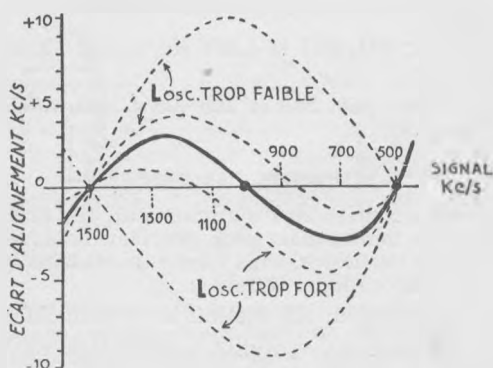

Fig. 23. — ALIGNEMENT DE LA COMMANDE UNIQUE.
*Les trois points d'accord.* — On sait que les circuits d'entrée et d'oscillation ne vibrent pas en syntonie, mais doivent être accordés sur deux fréquences différentes présentant un écart constant qui est justement la moyenne fréquence, et cela pour toutes les gammes et toutes les stations reçues. Ce résultat idéal n'est cependant pas atteint par la commande unique moderne, qui se contente de l'obtenir sur trois points seulement : en bas, au milieu et en haut de chaque gamme d'onde. En dehors de ces trois points, il subsiste un léger désaccord (fig. 23) mais sans conséquences désastreuses, d'abord parce qu'il ne dépasse pas 3 % de la fréquence du signal, et surtout parce que la moyenne fréquence n'en est pas modifiée pour cela. En effet, elle ne dépend que de la fréquence de l'émetteur à recevoir et de celle de l'oscillateur local, si bien qu'un faible désaccord du circuit d'entrée se traduit simplement par un peu moins de sensibilité et de présélection. On voit aussi sur la figure 23 l'effet d'un bobinage oscillateur mal calculé : les trois points d'alignement ne sont plus également espacés et l'écart devient important.